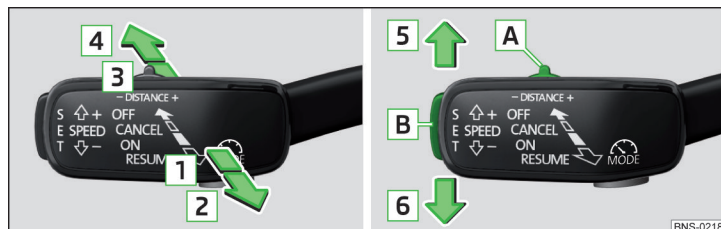

Abb. 302 Bedienungshebel
» Abb. 302
- Die Taste **SET** » **Abb. 302** auf Seite 255 drücken.
- **oder:** Den Hebel in die gefederte Stellung **RESUME** » **Abb. 302** auf Seite 255 einstellen.
- Den Hebel in die gefederte Stellung **CANCEL** » **Abb. 302** auf Seite 255 einstellen.
Die gewünschte Geschwindigkeit wird mit dem Bedienungshebel eingestellt oder geändert » **Abb. 302** auf Seite 255.
➤ Den Schalter **DISTANCE** in die gefederte Stellung – oder + einstellen » Abb. 302 auf Seite 255.
Ein Beschleunigungsvorgang kann jederzeit durch Betätigung des Bremspedals oder den Druckpunkt **CANCEL** am Bedienungshebel » Abb. 302 auf Seite 255 abgebrochen werden.